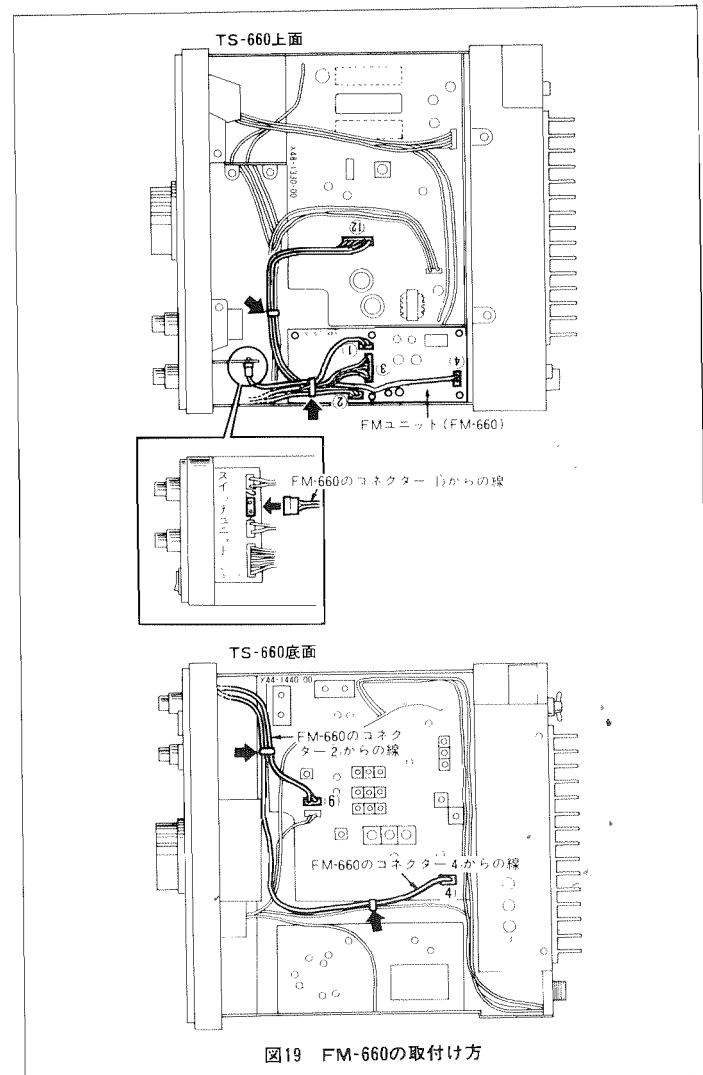

図19 FM-660の取付け方
- ① セットの上アタおよび底板を取りはずしてください
- ② セットの右上面にあるユニット取付けスペースにFM 660をネジで確実に取付けてください。
- ③ FM-660からのコネクターをそれぞれ接続してください。
- ①コネクターからの線をスイッチユニット (X 41 1340 00A/8) の2コネクターに接続します。
- ③コネクターからの線をIFユニット (X 48 1330 00)の⑫コネクターに接続します。
- ②, ④コネクターからの線を先に接続したスイッチユニットの横を通して底面に出します。そして②コネクターからの線を、RFユニット (X 44-1440-00) の(6)へ、④コネクターからの線を(4)へ接続します。
- ④ 付属のビニールバンドでハーネスを束ねてください。(図19の4ヶ所)
- ⑤ スピーカーコードをコネクターに接続し底板、上アタを取付けて完成です。